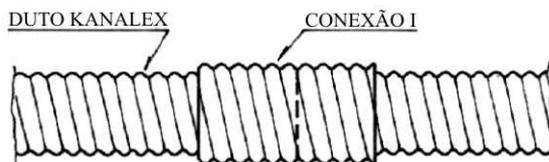

Figura 27
d) Posicionar os dutos de topo e retornar a conexão I até que a mesma sobreponha igualmente os dutos (Figura 27).